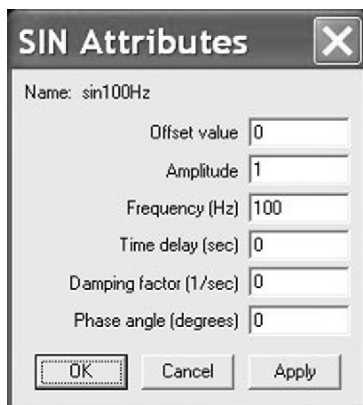

图 6.19 创建 100Hz 正弦波信号源
5. 创建 100Hz 正弦波信号源，直流偏置为 0，振幅为 1V，其他为默认值 0，具体设置如图 6.19 所示。单击 OK 按钮对设置进行确认并保存，根据提示更新原理图，退出激励源编辑器。